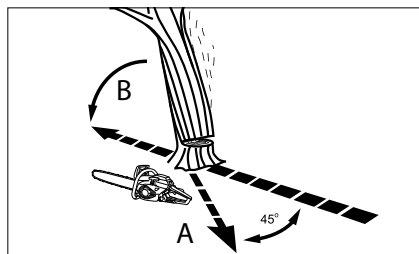

Fig. 14
Stabiliți în prealabil traseul de evacuare (A) și eliminați de pe el toate obstacolele înainte de a începe să tăiați. Traseul de evacuare ar trebui să fie în sensul opus direcției estimate de cadere a arborelui (B) (Fig. 14).